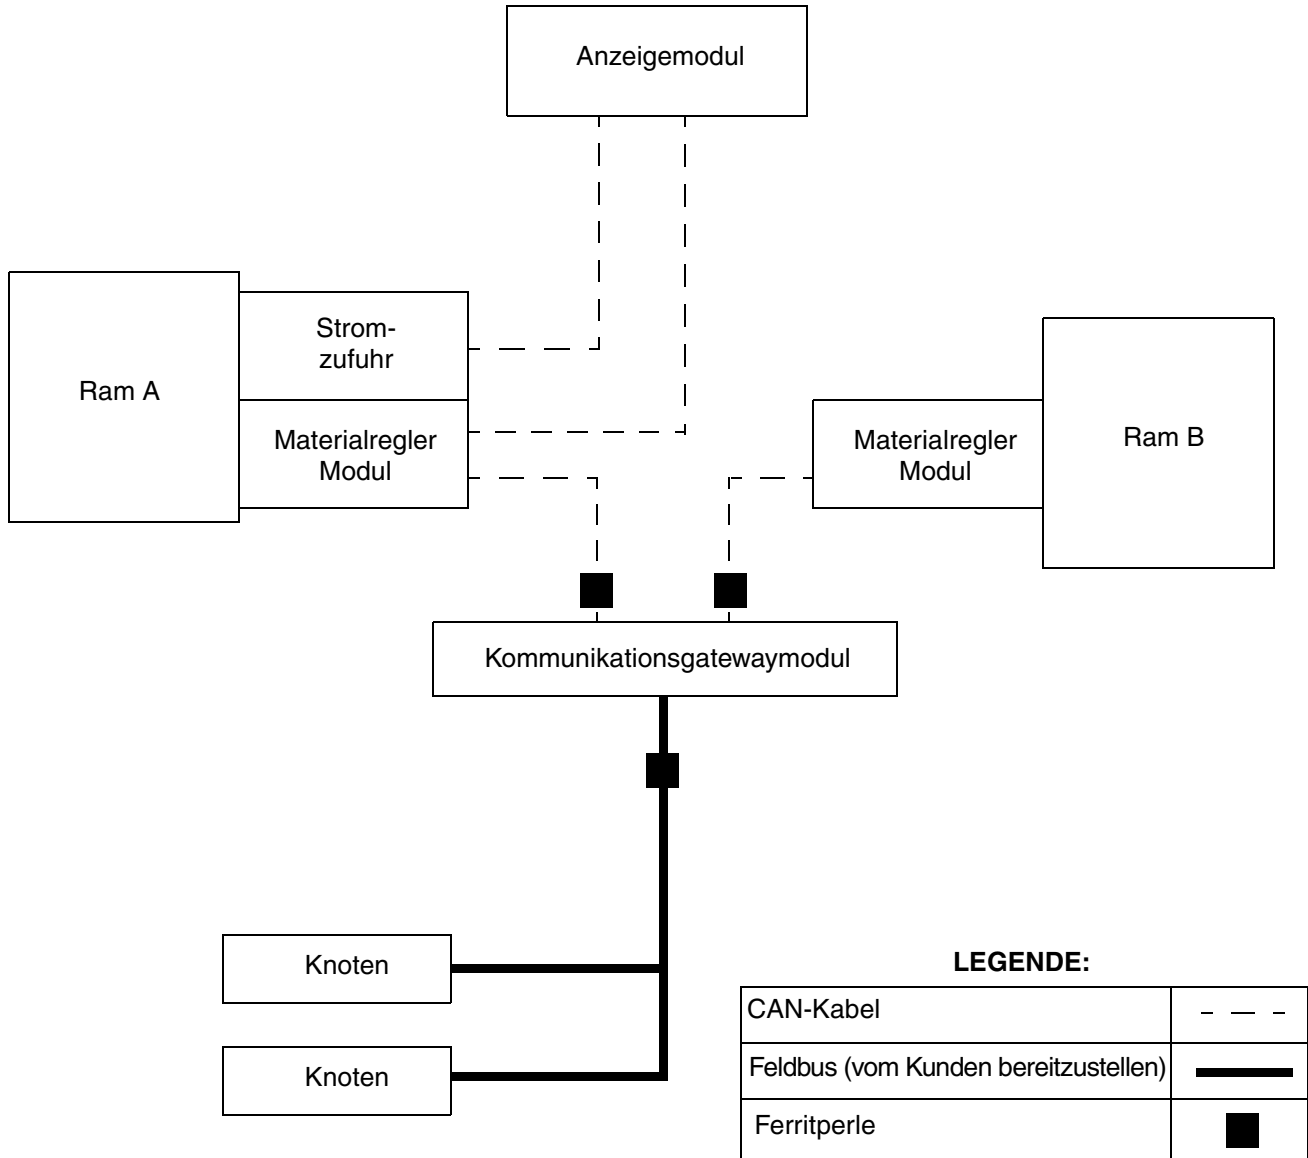
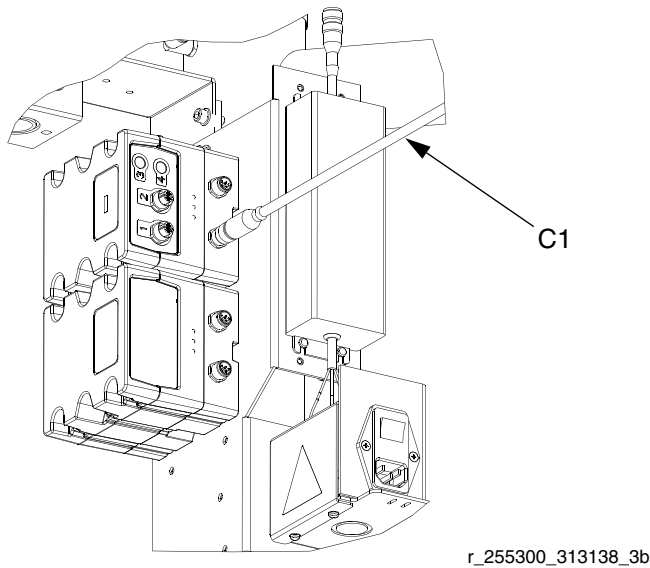
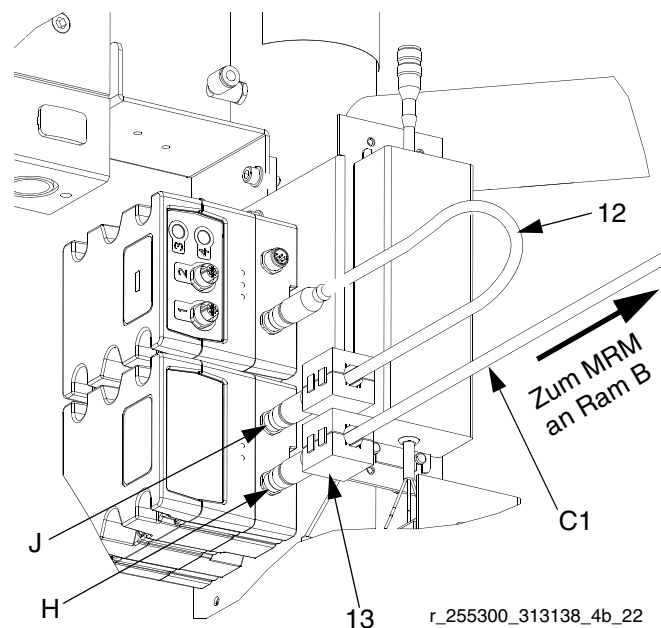
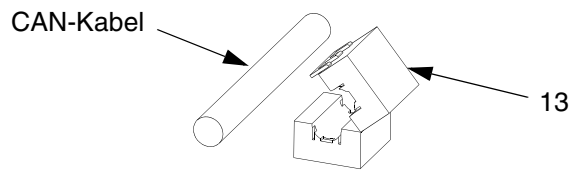

ABB. 1: Typische Installation
ABB. 4: CGM und MRM an Ram A
ABB. 5: Verbindungen von CGM und MRM an Ram A
ABB. 6: Ferritperle festklemmen
9. CAN-Kabel (C1) mit unterem CAN-Anschluss (H) am CGM und Materialreglermodul an Ram B verbinden. Siehe ABB. 4 und ABB. 5.
10. Mitgeliefertes CAN-Kabel (12) mit oberem CAN-Anschluss (K) am CGM und Materialreglermodul an Ram B verbinden. Siehe ABB. 4 und ABB. 5.
11. Zwei Ferritperlen (13) neben dem CGM an die CAN-Kabel klemmen. Siehe ABB. 1 und ABB. 5 für Position der Perlen.
16. Ferritperle (13) neben dem CGM an Feldbuskabel klemmen. Siehe ABB. 1 auf Seite 3 für Position der Perlen. Siehe ABB. 6.